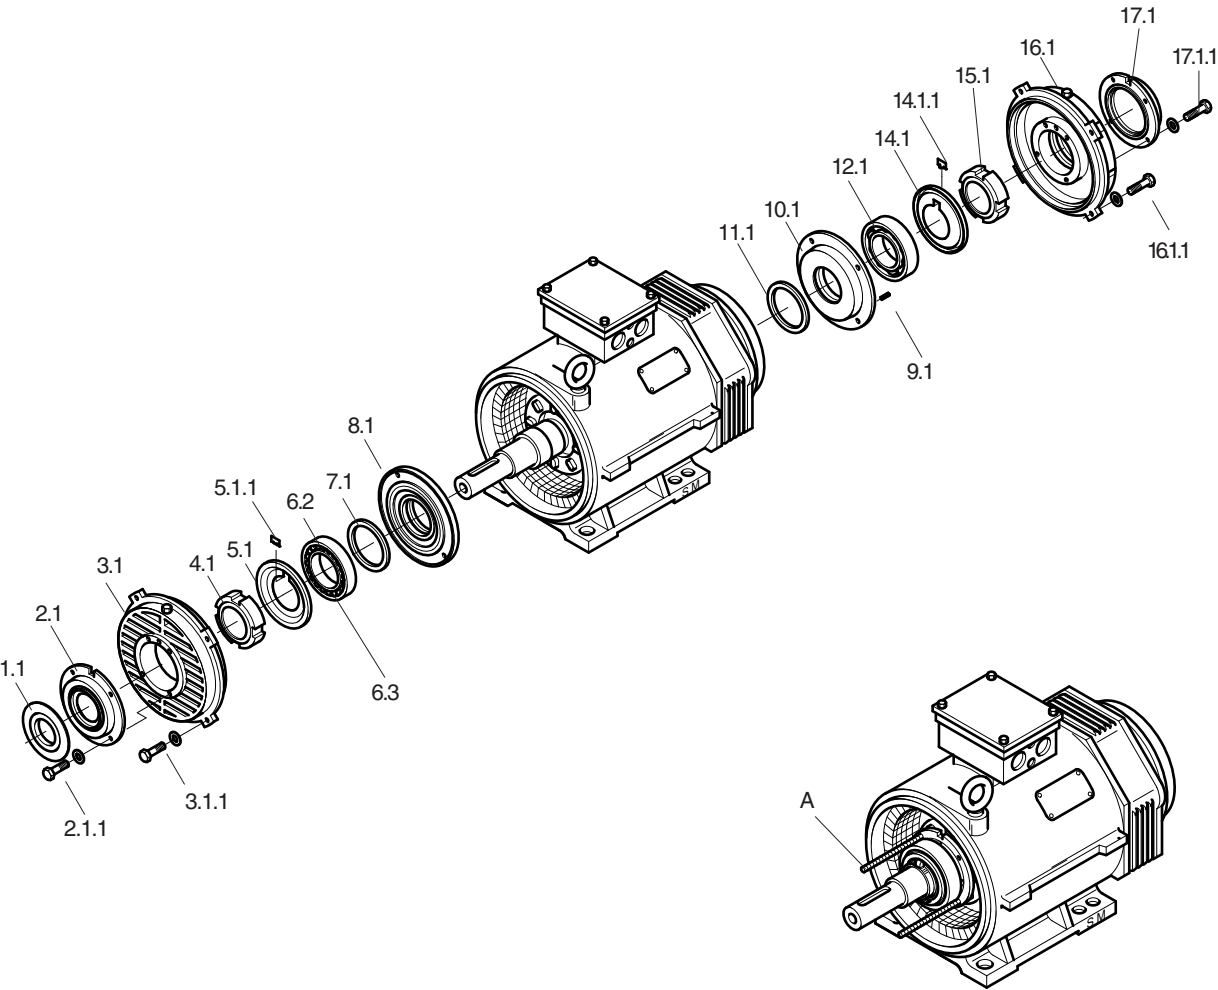

Bild 16: Lagerwechsel AH355+400
5.6.3 Demontage bei antriebseitigem Zylinderrollenlager und gegenseitigem Rillenkugellager (→ Bild 16)
5.6.4 Montage bei antriebsseitigen Zylinderrollenlager und gegenseitigem Rillenkugellager (→ Bild 16)